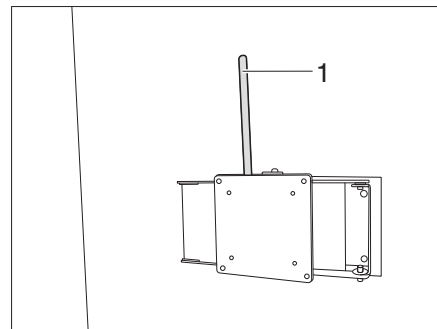

Bild 142 Halterung mit Gelenkarm (Variante 4)
- Am Hebel (Bild 142,1) ziehen.
- Hebel (Bild 142,1) zur Arretierung wieder in Ausgangsstellung zurück schieben.